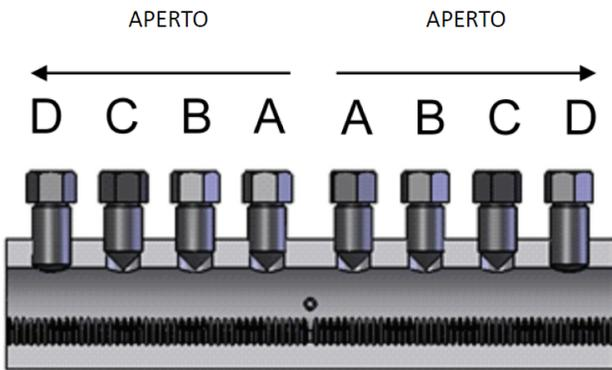

Figura 1a - B1 Seção transversal da montagem
**Passo 1 (B1):** Leia todas as instruções e procedimentos antes de iniciar a emendas das barras. Garanta que a luva LENTON LOCK seja do tamanho apropriado para as barras a serem unidas e estejam de acordo com o projeto. O produto deve ser recebido com os parafusos de acordo com o mostrado na Figura 1a. Um parafuso com a ponta arredondada deve estar em cada extremidade das luvas série B1.